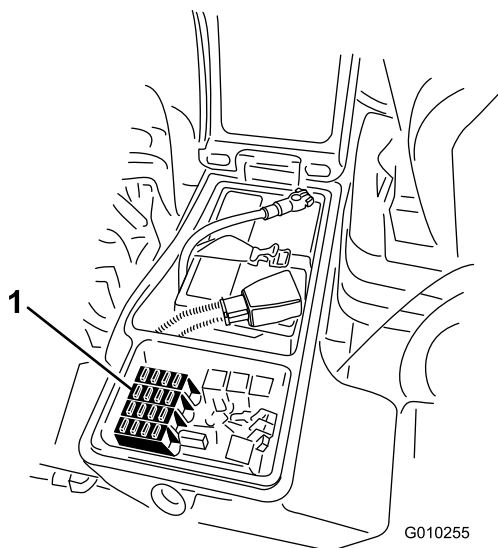

Figura 95
1. Afloje el enganche de la cubierta de la caja de almacenamiento derecha y eleve la cubierta (Figura 94) para exponer el bloque de fusibles (Figura 95).
2. Sustituya el fusible o los fusibles abiertos tal y como sea necesario (Figura 95).